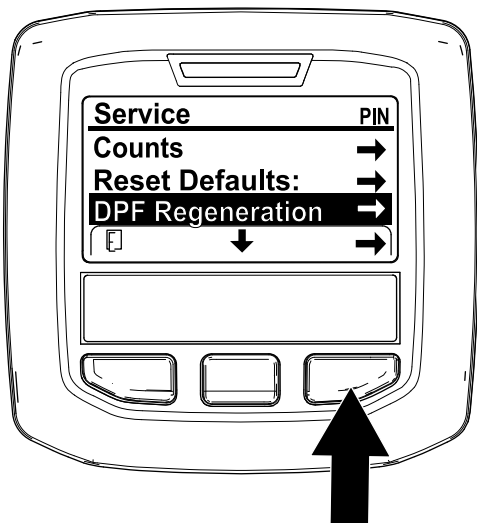

Figura 43
- Aceda ao menu de manutenção, pressione o botão central para se deslocar para a opção DPF REGENERATION (Regeneração do DPF) (Figura 43).
- Pressione o botão direito para selecionar a entrada Regeneração do filtro de partículas de gasóleo (Figura 43).